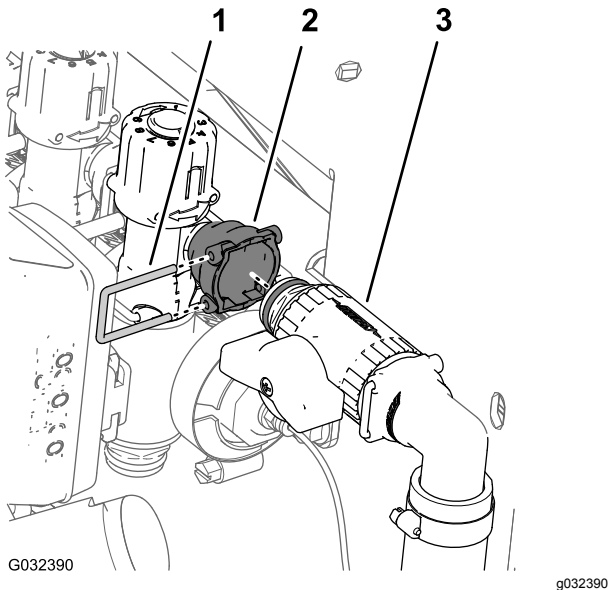

Figura 53
- Retire o retentor que prende a válvula de bloqueio à união do acoplador no lado exterior da válvula de distribuição para a válvula da secção da rampa direita e separe as válvulas (Figura 53).